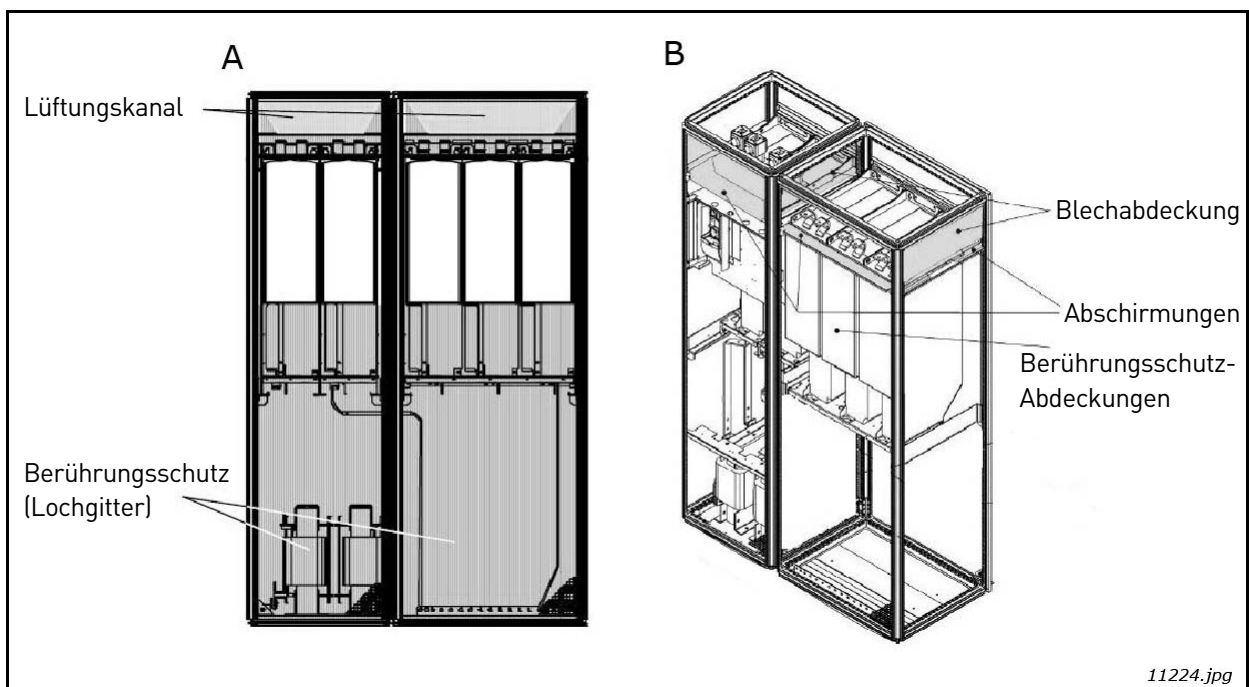

Abbildung 37. Luftleitbleche zur Schaltschrankkühlung
- A. Installieren Sie einen geschlossenen Lüftungskanal von der Leistungseinheit zum Luftauslass oben am Schaltschrank (A in Abbildung 37).
Installieren Sie Abschirmungen in den Öffnungen zwischen der Leistungseinheit und den Schrankwänden (B in Abbildung 37).